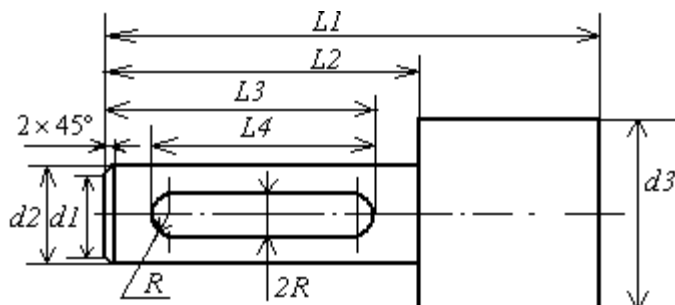

Рис. 1 Деталь типа «Вал»
**Задача №1.** Разработать EXPRESS-модель чертежа детали «Вал» (рис. 1). Размеры для различных вариантов указаны в Таблице 1.